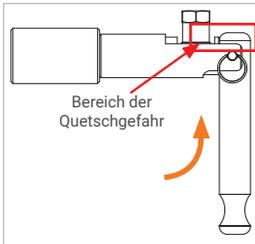

Abbildung 6
Vorsicht: Halten Sie Ihre Finger vom Kolben fern (Abbildung 6). Sie können sich die Finger beim Betätigen des Spannshebels (Pos. 2) quetschen oder einklemmen.
- ▶ Betätigen Sie den Spannschalter (Pos. 2) um 90° zurück in seine Ausgangslage (Abbildung 6).